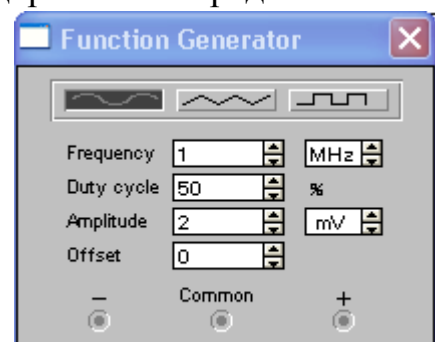

Рис. 3
4.1.4. Розкрийте генератор завади встановленням курсору на позначенні $U_{\text{пом}}$ і подвійним кліком лівої клавiшi мишi. Відкриється передня панель генератора (рис. 3).